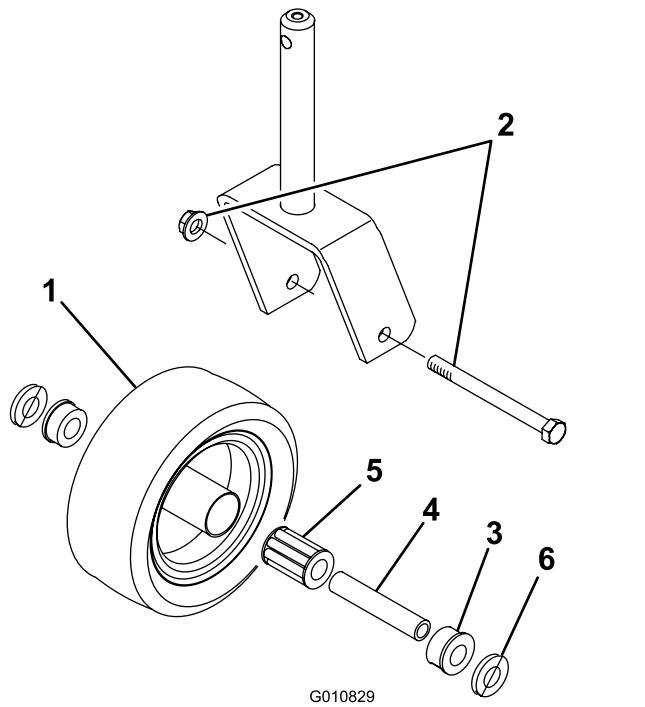

Figura 22
3. Estraete la boccola chiave dal mozzo della ruota (Figura 22).
9. Spingete l'altra boccola nell'estremità aperta del mozzo della ruota, in modo da imprigionare il cuscinetto all'interno del mozzo (Figura 22).
1. Togliete il dado di bloccaggio dalla vite a testa cilindrica che fissa la rotella orientabile alla forcella (Figura 22).